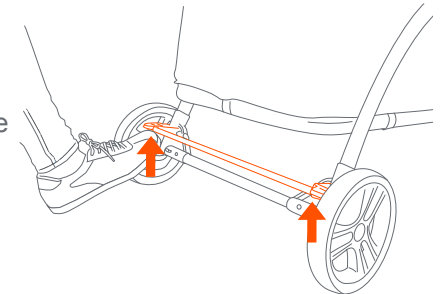

Fig. 12b
- Para soltarlos, levante suavemente la palanca del freno (Fig. 12b).